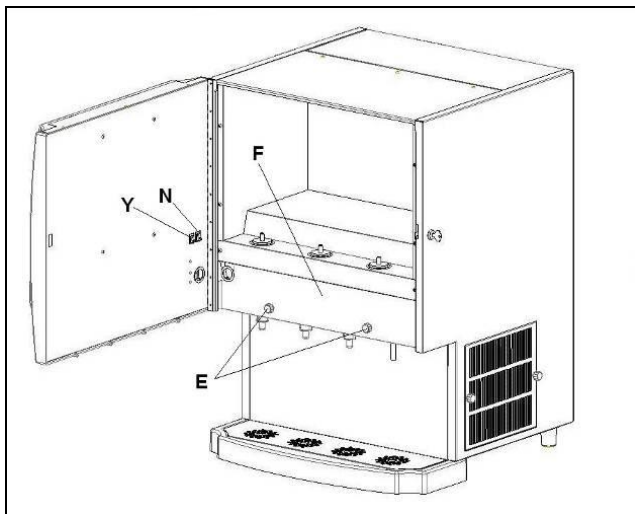

Fig. 2
- **S**vitare i pomelli E e rimuovere il carter F (fig. 2).
- **E**scludere il circuito dell'acqua (posizione 0 pulsante N fig. 2).
- **E**ffettuare un risciacquo finale di tutto il circuito con acqua calda (almeno 70°C) senza nessun detergente o sanificante aggiunto escludendo il circuito dell'acqua (posizione 0 pulsante N fig. 2). **R**ipetere l'operazione con gli altri circuiti di erogazione.